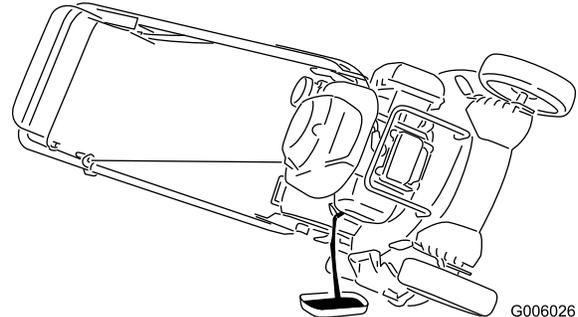

Figura 36
3. Ponga la máquina de lado (con el filtro de aire hacia arriba) para drenar el aceite usado a través del tubo de llenado de aceite (Figura 36).